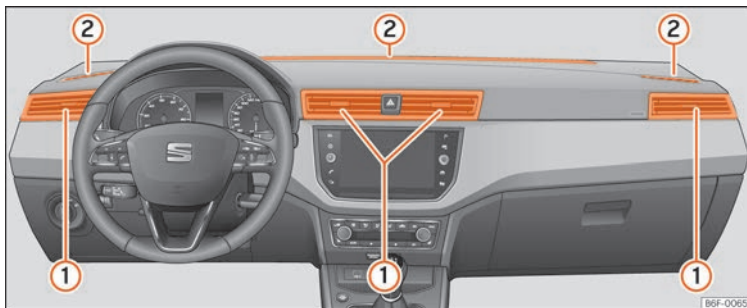

Fig. 167 Difusores de aire.
Para garantizar la calefacción, refrigeración y ventilación dentro del habitáculo, los difusores de aire » fig. 167 ① deberían permanecer abiertos.